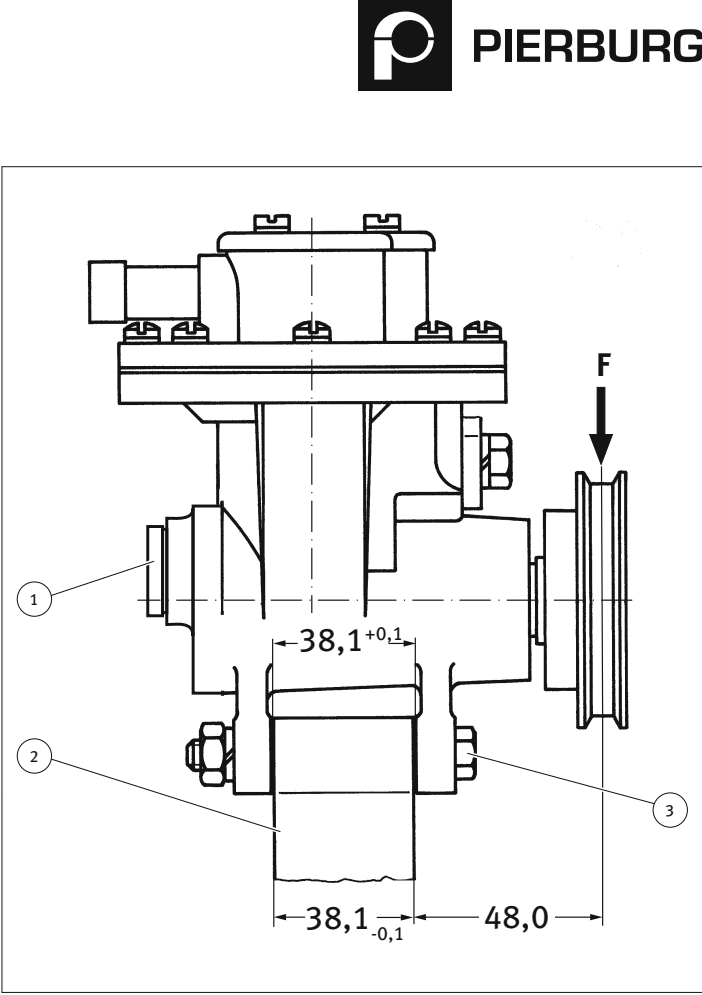

Abb. 1/ Fig. 1/ Puc. 1/ 图1
- For universal use, Figs. 1 and 2**
- Fixing with double swivel arms and V-belt tensioner (tensioning bar). Instead of the tensioning bar, a permanent connection can also be established, whereby the belt tension takes place via a split V-belt pulley. In this case, the belt tension can be adjusted by inserting or removing spacers between the V-belt pulley. The mounting position shown in Figs. 1 and 2 must be maintained in order to ensure perfect lubrication of the drive parts. With swivel arm fixing, the base dimension of the tensioning block must be exactly maintained.
**To Figs. 1 and 2**
- Les pompes possèdent un propre régime d'huile et sont remplies de 40 cm³ de HD-SAE 15 W-40. Effectuer un contrôle de niveau d'huile comme suit tous les 30000 km: Dévisser avec précaution la vis de remplissage (1), fig. 1 et contrôler si de l'huile s'échappe de l'ouverture pour la position de montage correcte de la pompe; le cas échéant, compléter le niveau d'huile. Resserrer à fond la vis de remplissage avec 25 Nm.
- Pour une utilisation universelle, fig. 1 et 2**
**Au sujet des fig. 1 et 2**
- Эти насосы имеют собственную маслосистему и заполнены 40 см³ HD-SAE 15 W-40. Контролировать уровень масла следует каждые 30 000 км следующим образом: Осторожно вывинтить резьбовую пробку наливного отверстия (1), рис. 1 и проверить, начинает ли выступать масло из отверстия при допустимом монтажном положении насоса, если нужно, долить масло. Резьбовую пробку наливного отверстия затянуть с моментом 25 Нм.
Для универсального применения, рис. 1 и 2